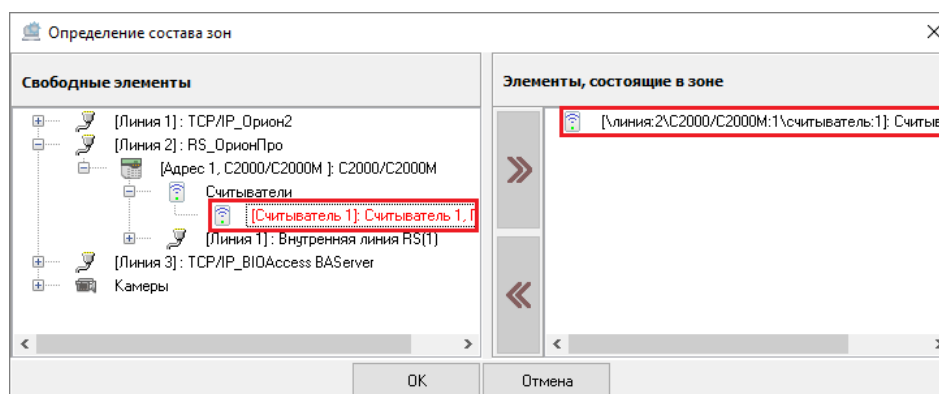

Рисунок 6-373 Выбранный объект системной зоны
- дважды щелкните левой клавишей мыши по элементарному объекту системы в поле «Свободные элементы». Элементарный объект системы будет добавлен в поле «Элементы, состоящие в зоне» (см. Рисунок 6-373). Для объектов системы, имеющих дочерние элементы, такой способ добавления объектов в зону не подходит (двойной щелчок левой клавишей мыши по объекту, имеющему дочерние элементы, приводит в разворачиванию дочерней структуры такого объекта, если она свернута, и к сворачиванию дочерней структура, если она развернута);